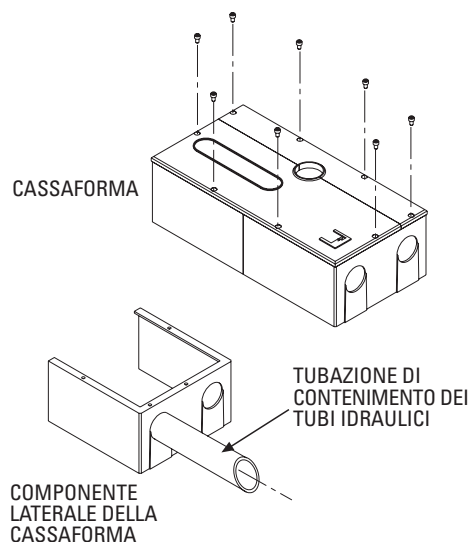
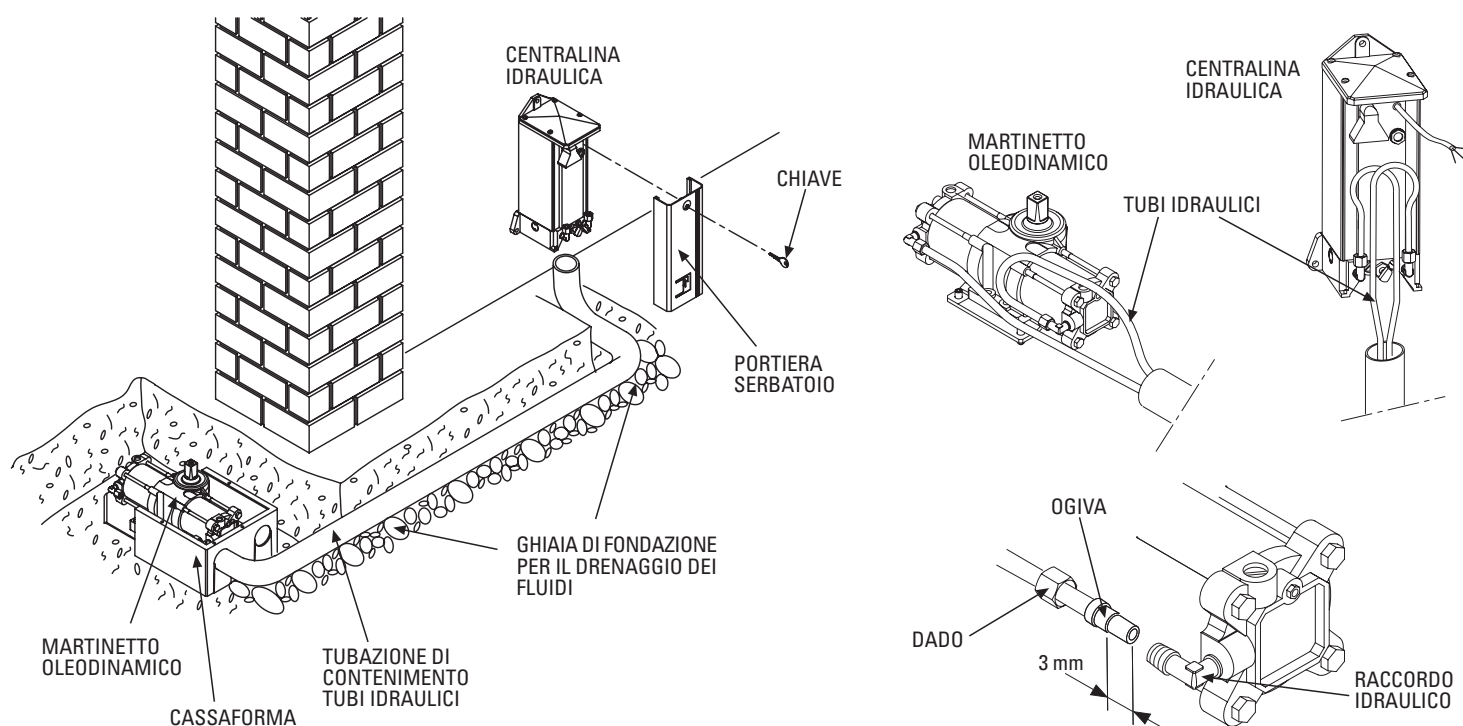

FIG. 10 <
FIG. 12
- Prima di eseguire i collegamenti idraulici, prendere la **Cassaforma** di contenimento, e dopo averla "sciolta" nei suoi elementi praticare un foro ad uno dei componenti laterali della cassaforma, delle dimensioni adatte all'inserimento di una Tubazione che contengano i **Tubi idraulici** che arrivano dalla **Centralina** (Fig.10 e Fig.12).
- Eseguire uno scavo di comunicazione tra il **Martinetto** e la **Centralina** (Fig. 12), adatto per una tubazione di collegamento che raccolga i tubi idraulici: le tubazioni vengono fornite a richiesta in un unico avvolgimento in rame, da sagomare secondo le esigenze di installazione.